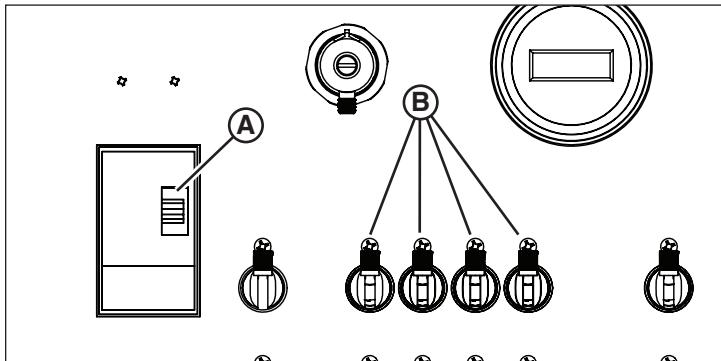

Figura 19
- Encienda el disyuntor principal de las luces (**A**, Figura 19) (si está ajustado en APAGAR).
- Encienda los interruptores individuales de las luces (**B**, Figura 19) (1 al 4, si están ajustados en APAGAR).